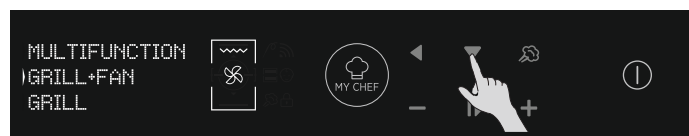

Рисунок 9
- Виберіть бажаний режим приготування, натиснувши **ОК**, коли стрілка на дисплеї вказує на потрібну функцію. Натисніть **ВНИЗ**, щоб переглянути всі доступні функції. (Рисунок 9)